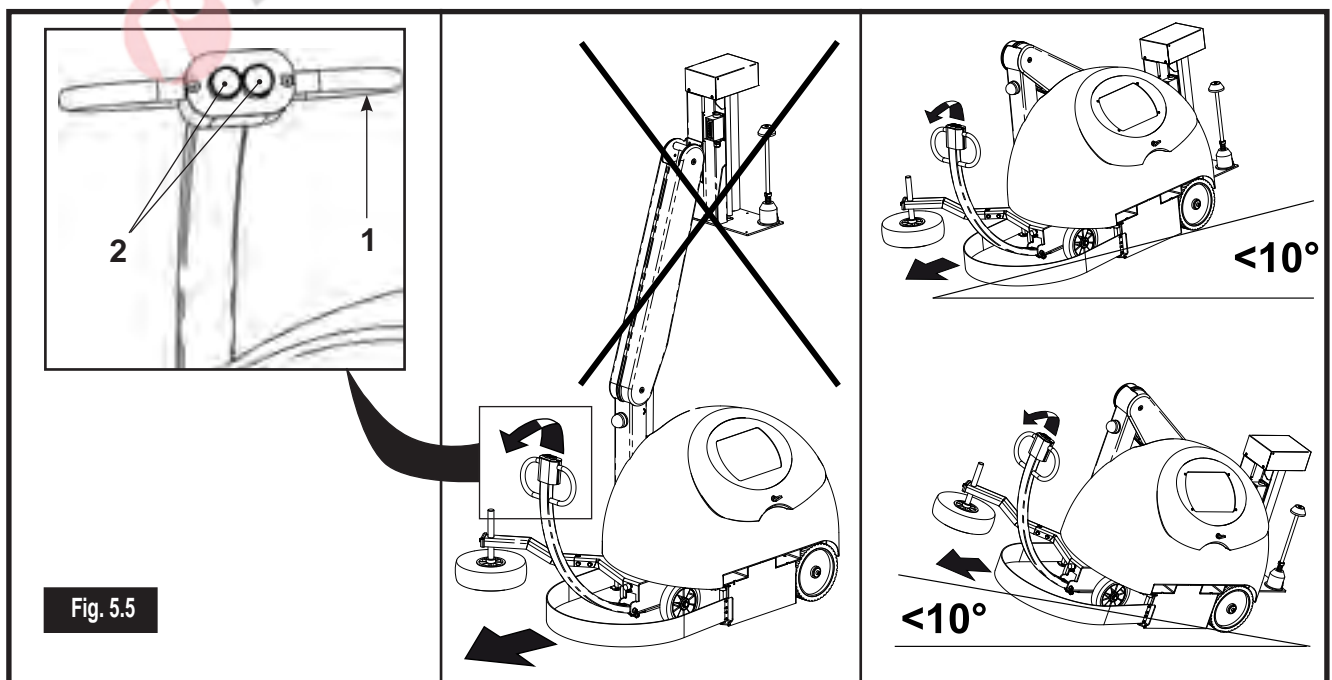

Fig. 5.5
La macchina può essere movimentata autonomamente per brevi spostamenti all'interno dei reparti di lavoro, la condotta della macchina viene eseguita da un operatore per mezzo del timone di guida (1) (Fig. 5.5) e dei pulsanti di manovra (2) (Fig. 5.5).
The machine can be moved automatically for short movements inside the workplace. It is moved by the operator using the steering arm (1) (Fig. 5.5) and the movement controls (2) (Fig. 5.5).